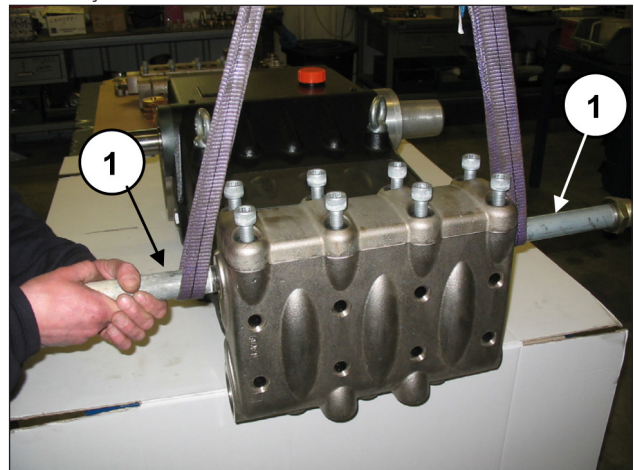
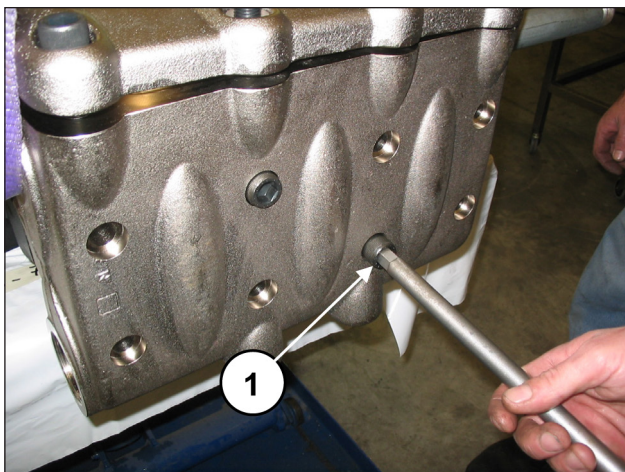

Fig. 104
Fig. 105
Aplique dois suportes com rosqueamento G2" nos engates de fluxo do cabeçote (pos. ①, Fig. 104) e, em seguida, solte os oito parafusos M16x150 (pos. ①, Fig. 105). Preste atenção para não bater os pistões durante a extração do cabeçote.